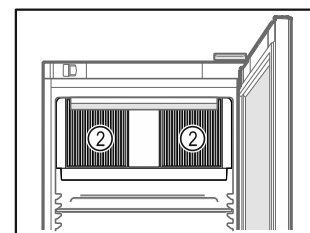

Fig. 58
- Ikke tildekk lufteråpningen Fig. 58 (2) til omluftviften inne i apparatet.